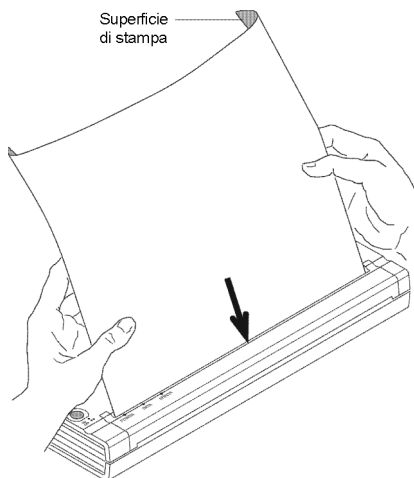

Figura 9. Inserimento di un foglio di carta
3. Inserire un foglio di carta originale Brother (PA-C-410) nella fessura di ingresso della carta. Posizionare il lato di stampa della carta lontano da sé, in modo che sia rivolto verso il retro della stampante. Vedere Figura 9.